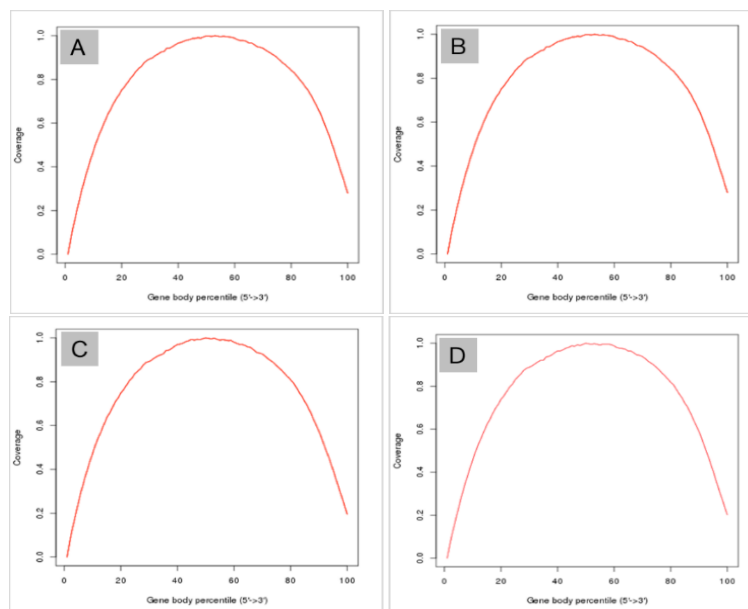

图 5. 测序数据在基因上的分布
4. 以 1 ~ 1000 个 293T Cell 为模板，用本产品进行反转录及 PCR 扩增，然后以 PCR 产物构建 DNA 文库，使用 Illumina NovaSeq 6000 系统测序，测序后分析测序片段在基因上的分布，结果显示用本产品扩增的片段无 5' 端和 3' 端的偏好性，分布均一（图 5: A 为 1000 cells、B 为 100 cells、C 为 10 cells、D 为 1 cell）。